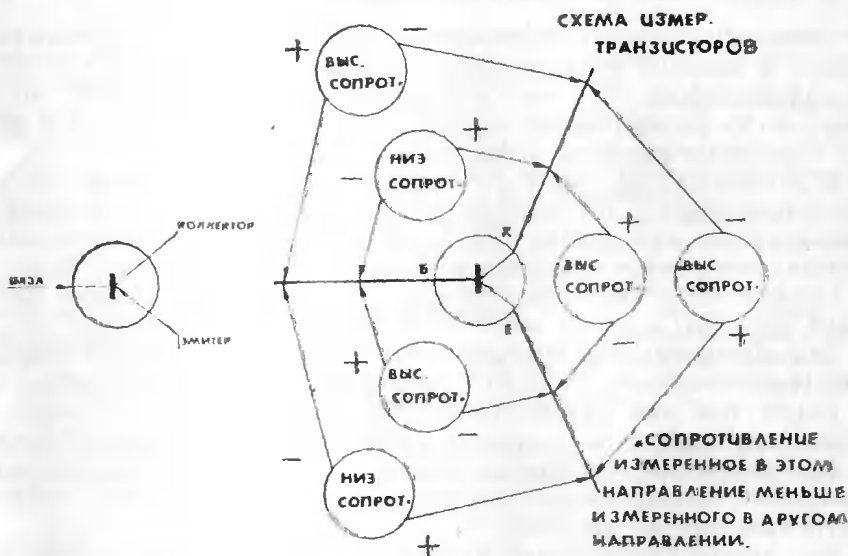

Рис. 11
3. Если возникнет сомнение, что данный транзистор дефектировался то проверку можно осуществить как это показано на рис. 11. Это проверка основывается на том, что транзистор можно рассматривать как два противоположно включенных диода. Проверку следует производить в следующей последовательности: